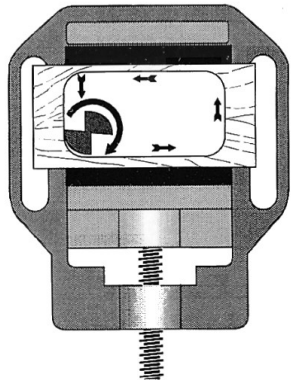

Fig. 3
3. Vorschubrichtung beim Fräsen einer rechteckigen Öffnung (Fig. 3).
3. Advancement direction for milling rectangular openings (Fig. 3).
3. Sens de l'avance lors du défonçage d'une pièce (fig. 3).
3. Direzione d'avanzamento nella fresatura di un'apertura rettangolare (fig. 3).